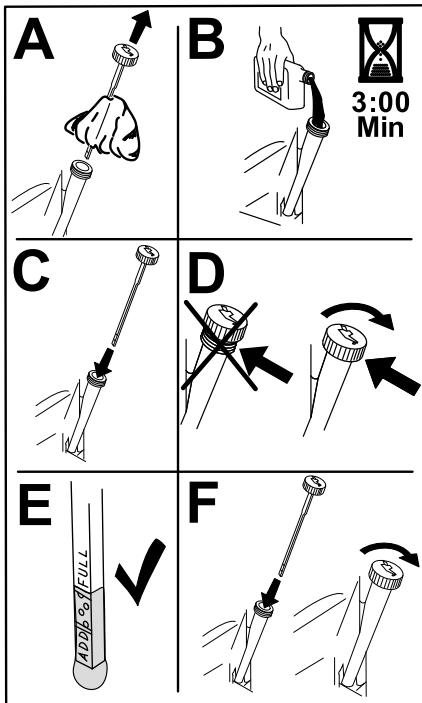

Figure 38
5. Versez lentement environ 80 % de l'huile spécifiée dans le tube de remplissage, puis faites l'appoint lentement jusqu'à ce que le niveau atteigne le repère maximum (Full) (Figure 38).
3. Remplissez le carter moteur d'huile neuve du type correct (Figure 38).